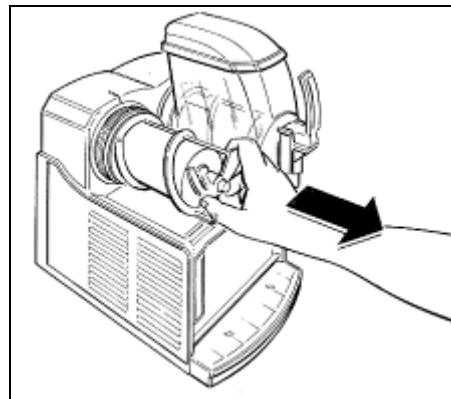

Fig. 7
- **E**strarre la spirale di miscelazione e la guarnizione di tenuta a ventosa (fig.7).